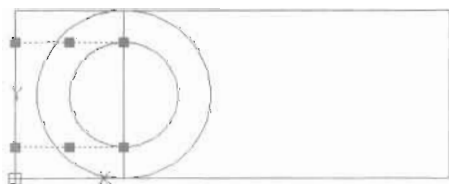

图 12-93
(4) 以半径为 25 的圆形的象限点为起点, 绘制两条水平线, 如图 12-93 所示。